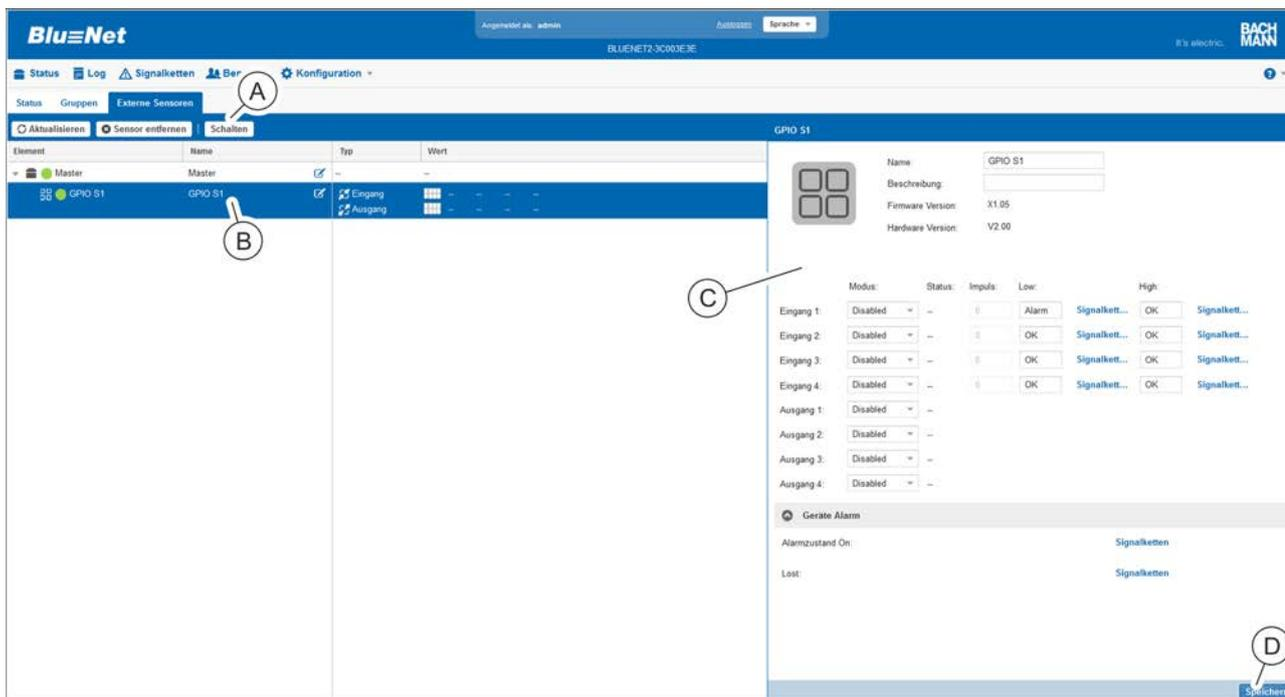

Abb. 134: Menü "Status" – Registerkarte "Externe Sensoren"
3. GPIO-Modul auswählen (Abb. 134/Ⓜ).
⇒ Die Einstellungen des Sensors erscheinen rechts am Rand in der Detailansicht (Abb. 134/Ⓜ).
1. ➔ In der Detailansicht (Abb. 134/Ⓞ) den jeweiligen Eingang auswählen.
3. ➔ Einstellung über die Schaltfläche „Speichern“ übernehmen (Abb. 134/Ⓞ).
1. ➔ In der Detailansicht (Abb. 134/Ⓞ) den jeweiligen Ausgang auswählen.
1. ➔ Schaltfläche „Schalten“ (Abb. 134/Ⓐ) auswählen.